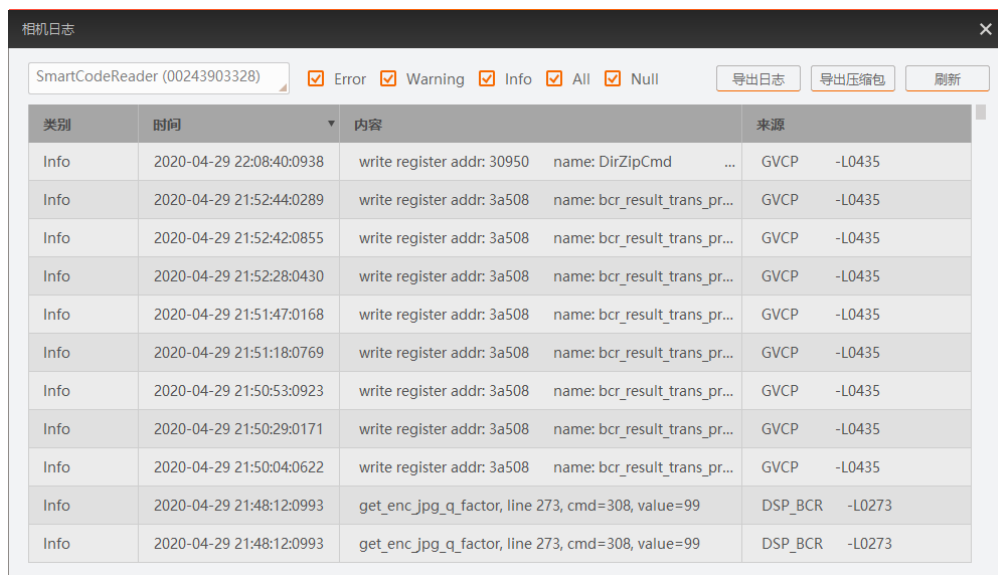

图3-46 查看日志
2. 窗口左上角选择需查看日志信息的设备名称，即可查看选中设备的日志信息，如图 3-46 所示。